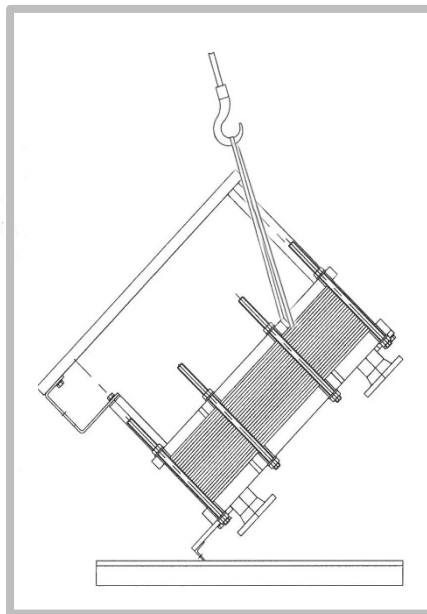

Abbildung 26
3. Heben Sie den PWÜ langsam von der Palette über den Schwerpunkt (Abbildung 26). Achten Sie darauf, dass das Anschlagmittel fest und sicher in den Einhängeösen liegt.